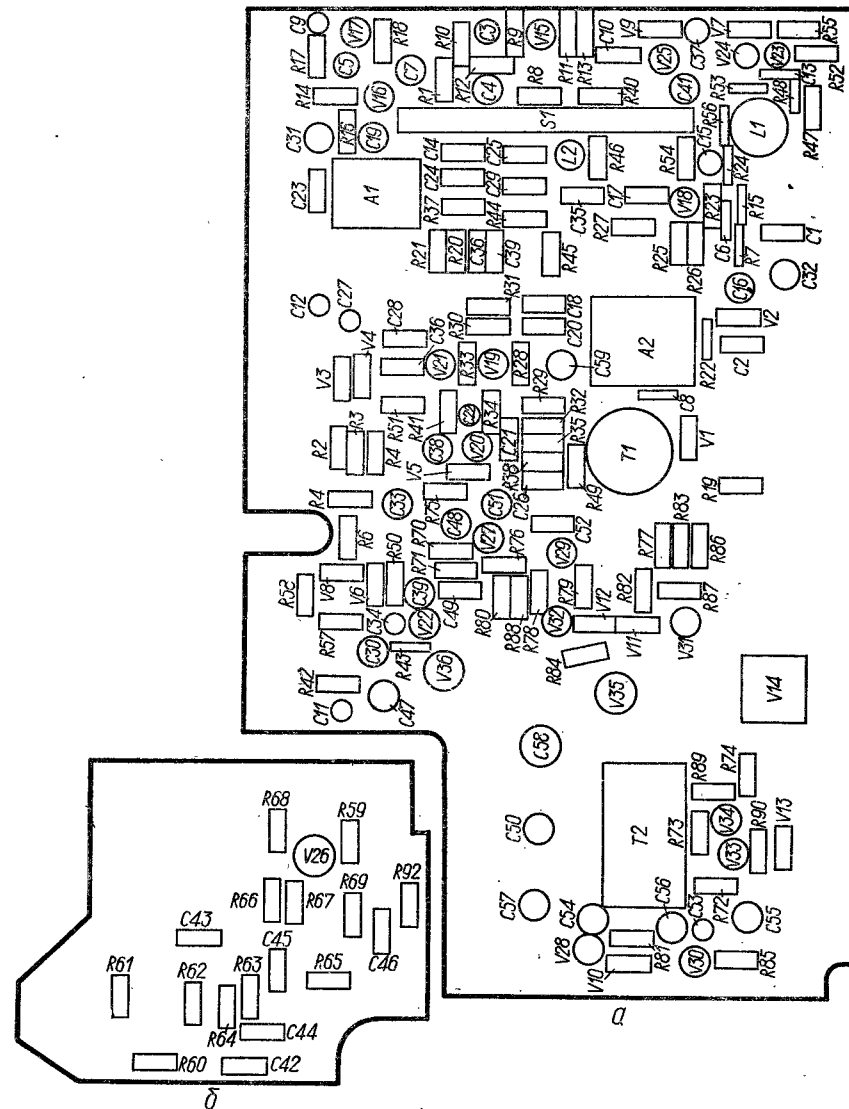

Рис. 108. Расположение узлов и деталей на платах усилителя (а), автоматической регулировки усиления записи (б) магнитофона «Весна-202»
**Конструкция и детали.** Конструктивно магнитофон «Весна-202» не отличается от предыдущих моделей. Изменена только принципиальная схема. Расположение узлов и деталей на платах показано на рис. 108.